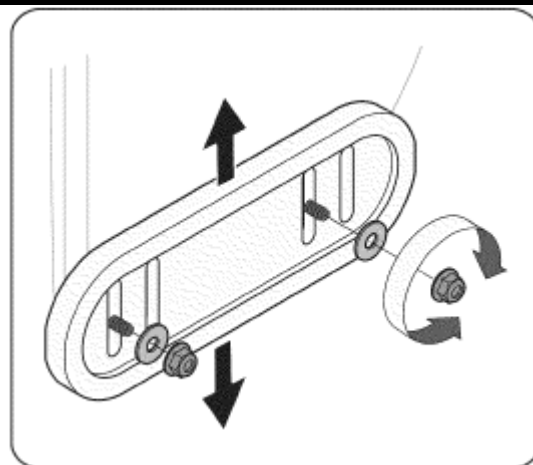

Рис. 14
1. Ослабьте четыре шестигранные гайки (по две на каждой стороне) и болты с выступом. Поставьте лыжи в нужное положение (См. Рис. 14).